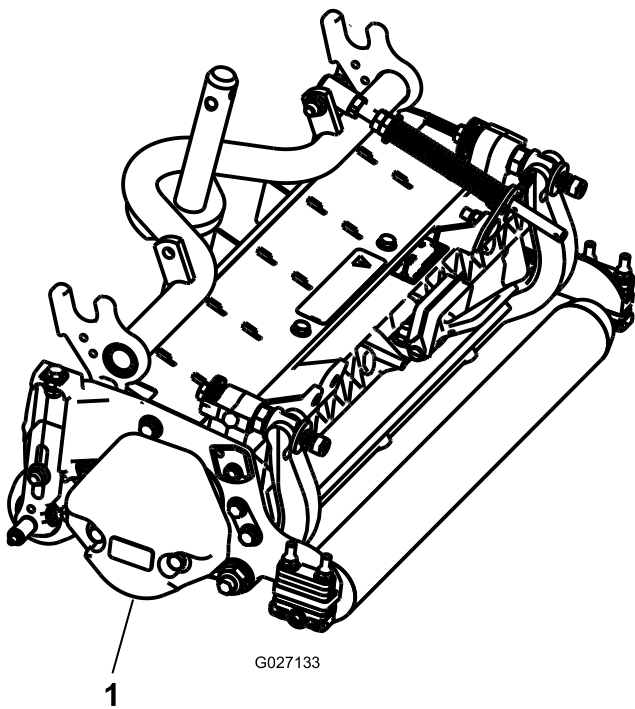

図 3
3. カウンタウェイト 図3 を、決められている側に取り付けるカウンタウェイトキットの取り付け要領書を参照。